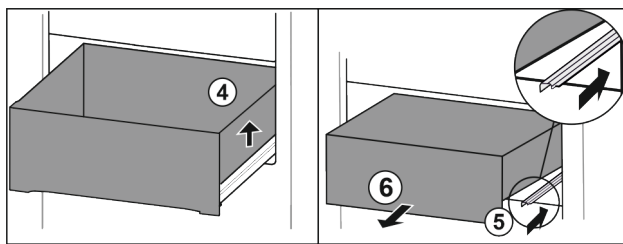

Fig. 160
- ▶ Løft skuffen i højre side. Fig. 160 (4)
- ▶ Skub den højre skinne ind. Fig. 160 (5)
- ▶ Tag skuffen ud fremefter. Fig. 160 (6)